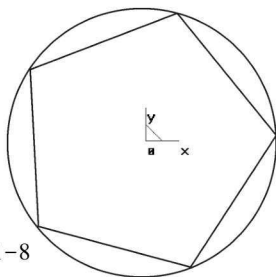

图 1-8
- (1) 选择基准平面 平面XY，进入草图绘制状态 .
- (2) 单击图标 ，选择 **圆心_半径** 菜单，设置 $R=50$ 。
- (3) 单击图标 绘制圆内接正五边形，按如图 1-8 所示进行设置。